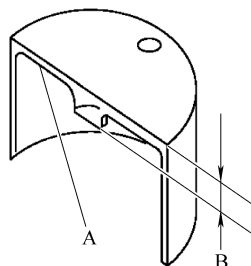

图 3-86 新气门挺柱标识
① 新气门挺柱(B)的厚度可以通过相反侧(缸内部)的印记(A)识别，如图 3-86 所示。